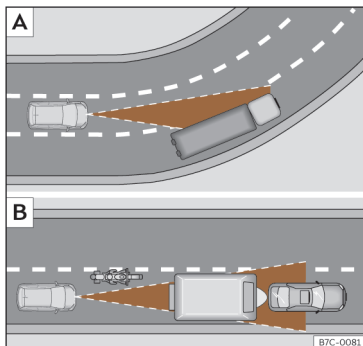

Fig. 112 [A] Veículo numa curva. [B] Motociclo que circula à frente, fora do raio de alcance do sensor de radar.
O ACC poderia não detetar em curva o veículo precedente ou poderia regular a distância com veículos que se encontram noutras faixas >>> **Fig. 112** [A].
- Veículos que circulem desalinhados ou fora da zona de deteção do sensor, por exemplo, motociclos >>> **Fig. 112** [B].